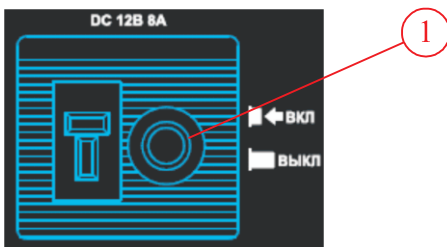

Рис.16
Перегрузка сети постоянного тока приведет к срабатыванию автоматического предохранителя (1) (рис. 16). Для возврата предохранителя в рабочее состояние подождите несколько минут, затем нажмите на кнопку предохранителя и продолжайте работать.